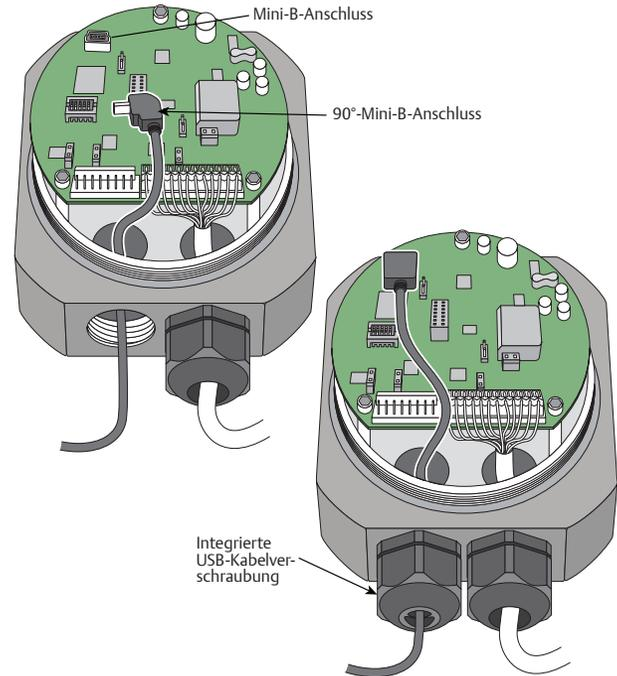

Abb. 13: Verbinden Sie das USB Kabel
1. Führen Sie den Mini-B-Anschluss wie in Abb. 13 gezeigt durch die linke Bohrung am Sockel des ER5000.